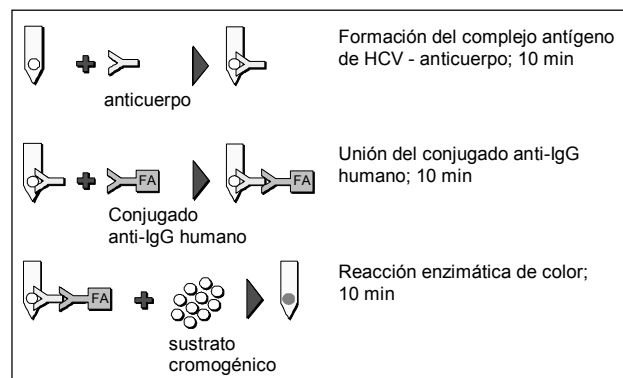

Figura 1. Principio de la Prueba
Para comenzar la prueba, se agregan muestras de suero o plasma al diluyente en los pocillos de la fila A de la Bandeja de Desarrollo. Luego se inserta el Peine en los pocillos de la fila A. Los anticuerpos anti-HCV, en caso de estar presentes en las muestras, se unirán específicamente a los antígenos de HCV en los puntos inferior y medio de los dientes del Peine (Figura 1). Los componentes no unidos son eliminados con un lavado en la fila B. En la fila C, el IgG anti-HCV capturado en los dientes, y la inmunoglobulina humana en los puntos superiores (Control Interno) reaccionan con los anticuerpos anti-IgG humano marcados con fosfatasa alcalina (FA). En las dos filas siguientes, los componentes no unidos son eliminados mediante un lavado. En la fila F, la fosfatasa alcalina unida reacciona con componentes cromogénicos. Los resultados son visibles como puntos de color azul grisáceo en la superficie del diente del Peine.